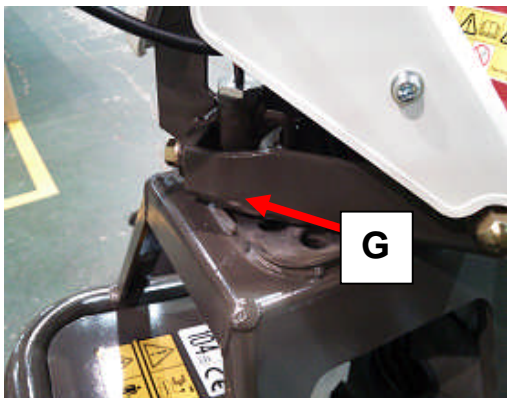

Figure 19
- Lubrifiez les points repères G & A sur les figures 19, 20, et 21 avec de l'huile fine.